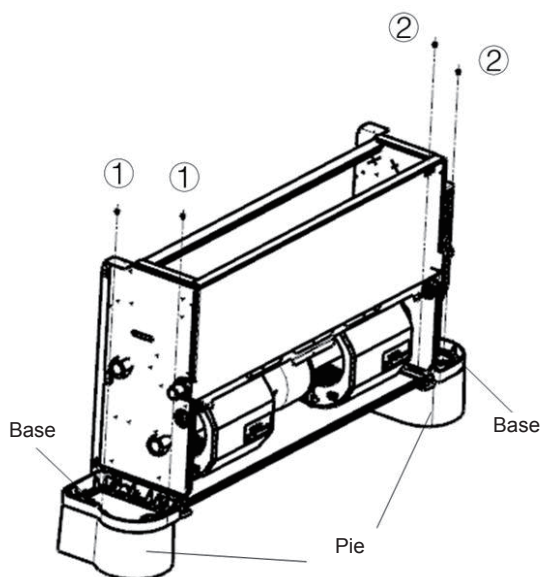

Imagen 12.4.3
Los pies que se muestran en la Imagen 12.4.3 son opcionales. Puede comprarlos por separado e instalarlos de la siguiente manera:
2. Coloque los orificios de montaje en la base de la unidad en el pasador de ubicación del pie correspondiente y coloque los tornillos ② *2 y ③ *2 para fijar el pie de acuerdo con la Imagen 12.4.3.
2. Coloque los orificios de montaje en la base de la unidad en el pasador de ubicación del pie correspondiente e instale los tornillos $\varnothing$ *2 y $\varnothing$ *2 para fijar el pie de acuerdo con la Imagen 12.4.3.